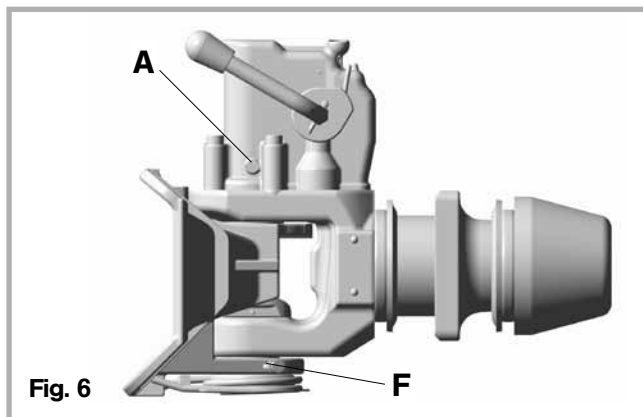

Fig. 6
- In caso di difficili condizioni di utilizzo e di una forte azione di sporco e acqua rilubrificare l'unità automatica (A) a gancio aperto (v. fig. 6):
- Lubrificare il cuscinetto inferiore della testa campana (F, fig. 6): si raccomanda EP3